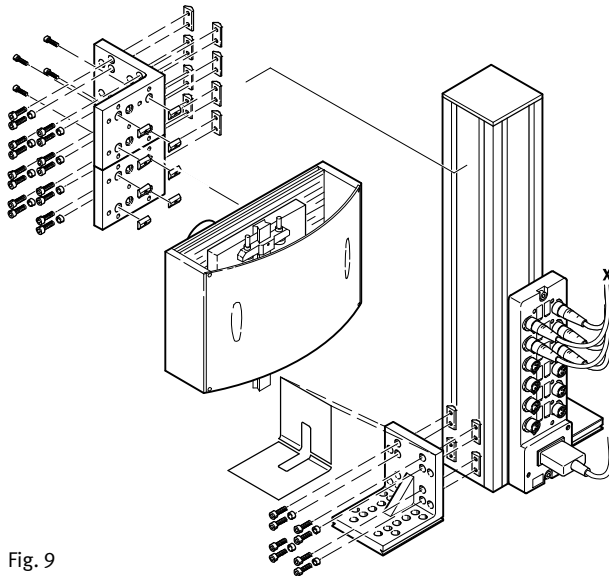

Fig. 9
- крепежного набора типа HMBK-ND и соединительного уголка типа HMBV-ND (пример: Fig. 9)